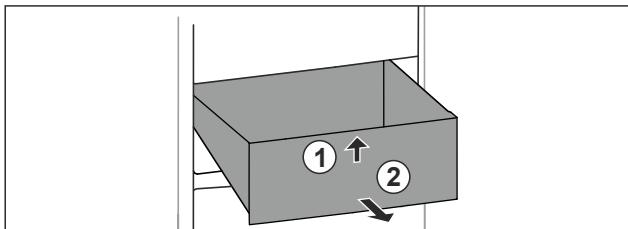

Fig. 80
- Nadvihnite zásuvku vpred. Fig. 80 (1)
- Odoberte zásuvku dopredu. Fig. 80 (2)